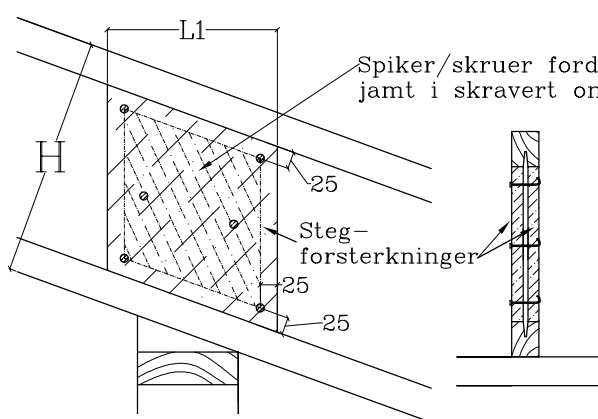

Fig. 1
3) Antall spiker tilsammen for begge stegforsterkningene, spikres alle fra ene- eller fordeles på begge sider, spikres som vist i fig 1.